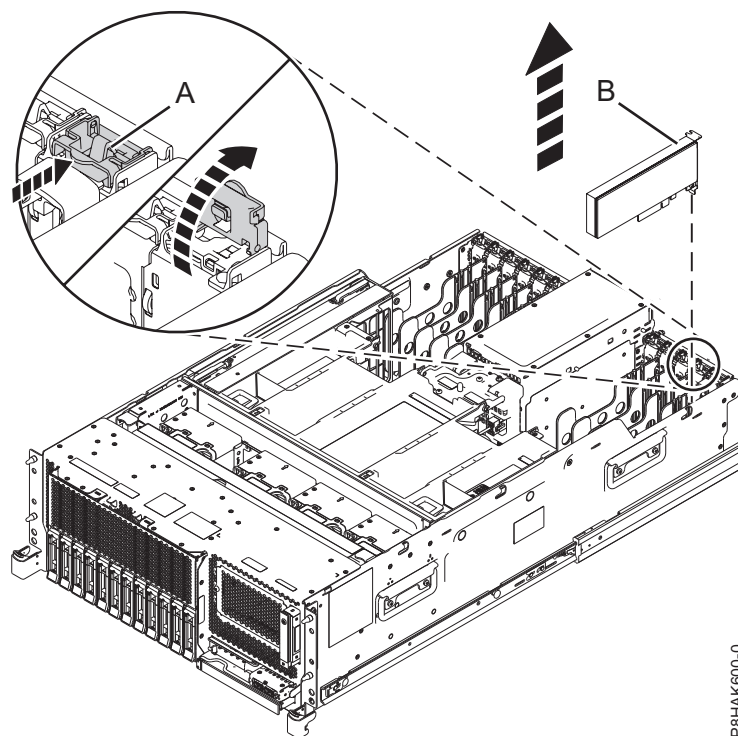
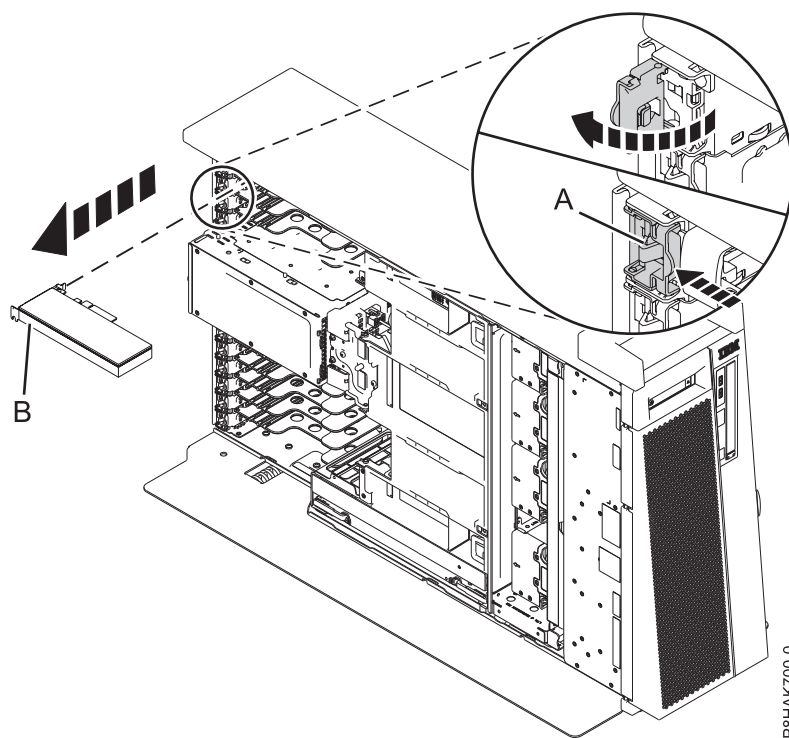

Figura 50. Remover um adaptador PCIe de um sistema montado em bastidor
Figura 51. Remover um adaptador PCIe de um sistema 8286-41A autónomo
2. Para colocar a patilha do adaptador (A) na ranhura de destino na posição de abertura, rode a patilha (A) na parte posterior do sistema, na direcção apresentada em Figura 50 na página 57 e Figura 51 na página 58.
3. Segure no adaptador (B) com cuidado pela extremidade superior ou pelo contraponto e remova o adaptador da ranhura, como demonstrado em Figura 50 e Figura 51 na página 58.